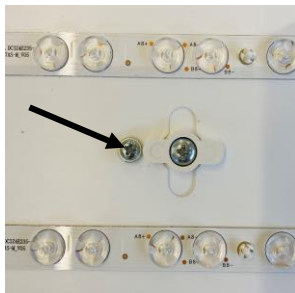
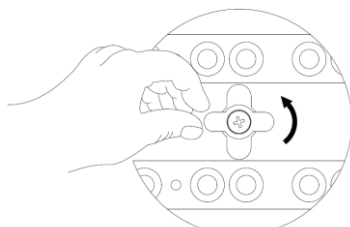
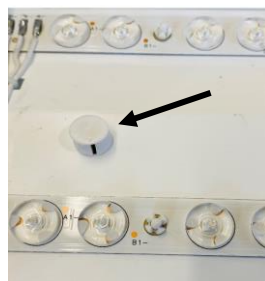

Figure 2
Figure 3
Figure 4
B. Pour retirer la carte du plateau LED du boîtier, commencez par retirer les deux vis d'expédition situées à côté des languettes tournantes au centre du plateau LED à chaque extrémité de la carte (fig. 2). Les vis sont uniquement destinées à l'expédition et peuvent être jetées une fois retirées. Tournez ensuite les languettes à 90° pour les aligner avec les trous du plateau (fig.3). Soulevez le plateau LED du boîtier à l'aide des petites poignées blanches à chaque extrémité de la carte (fig.4)
- C. Remplacez le plateau LED dans le boîtier en alignant les trous du plateau avec les languettes du boîtier et en les tournant de 90° (fig. 3).
- E. En faisant extrêmement attention à ne pas endommager le capteur micro-ondes, réinstallez le plateau d'objectif dans le boîtier. Le capteur passera par une ouverture existante dans le plateau LED. (fig.14). Assurez-vous d'aligner le capteur avec l'ouverture tout en plaçant le plateau d'objectif en place. Fixez le plateau d'objectif en tournant les deux languettes de 90° (fig. 3).